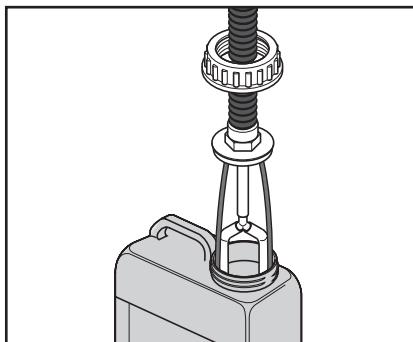

Рис. A2
- Извлечь насосный блок насосный блок. (Рис. A2)